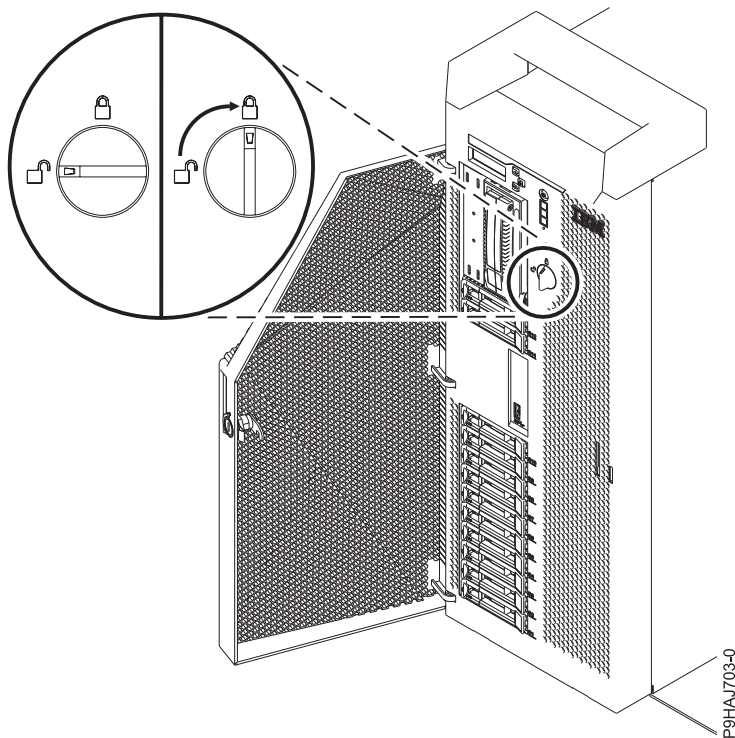

Abbildung 49. Vordere Abdeckungsverriegelung schließen
4. Drehen Sie die Abdeckungsverriegelung nach rechts (im Uhrzeigersinn), um die Abdeckung zu entsperren (siehe Abb. 49 auf Seite 73). Vertikal bedeutet, dass die Klappe gesperrt ist; horizontal, dass sie entsperrt ist.